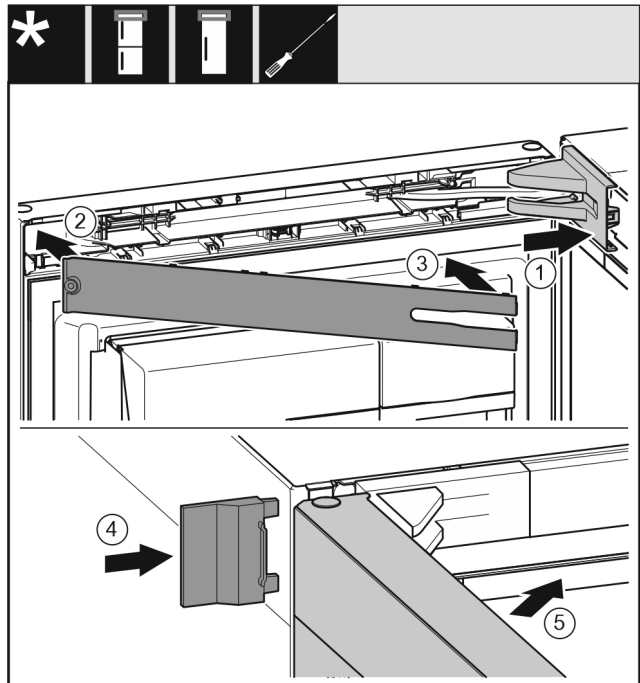

Fig. 26
- ▶ Lagerbockabdeckung Fig. 26 (1) aufsetzen und einrasten, ggf. vorsichtig auseinanderdrücken.
- ▶ Blende Fig. 26 (2) aufsetzen.
- ▶ Blende Fig. 26 (3) einschwenken und einrasten.
- ▶ Äußere Abdeckung Fig. 26 (4) aufschieben.
- ▶ Obere Tür Fig. 26 (5) schließen.